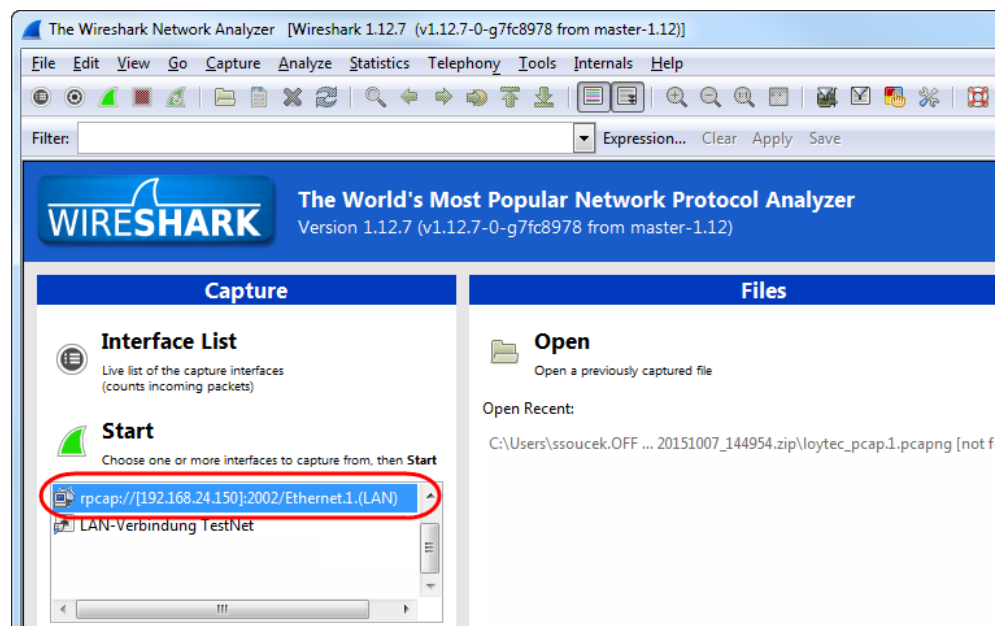

Abbildung 166: Starten einer Remote-Aufzeichnung in Wireshark.
2. Klicken Sie den Knopf **Start** wie in Abbildung 166 dargestellt.